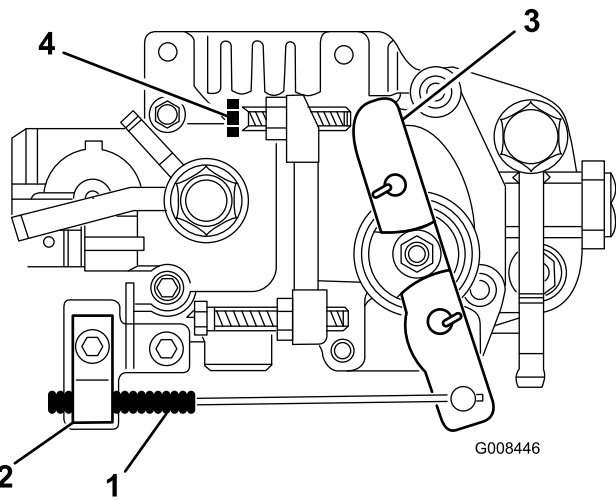

図 45
2. スロットル・ケーブルをエンジンに固定しているクランプのネジをゆるめる(図 45)。
3. 速度コントロール・レバーがアイドル・スピード・ネジに接触するまでケーブルを動かす（図 45）。
2. アイドル・スピード・ネジのロックナットをゆるめる（図 45）。